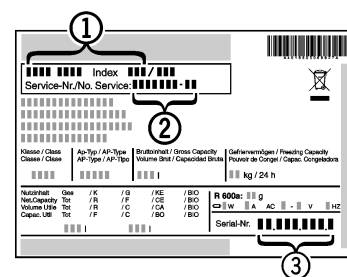

Fig. 8
- Denominación del aparato *Fig. 8 (1)*, nº del servicio técnico *Fig. 8 (2)* y nº de serie *Fig. 8 (3)* en la placa de identificación. La placa de identificación se encuentra en la parte interior izquierda del aparato.
- Informe al servicio postventa e indique el fallo, la denominación del aparato *Fig. 8 (1)*, el nº del servicio técnico *Fig. 8 (2)* y el nº de serie *Fig. 8 (3)*.